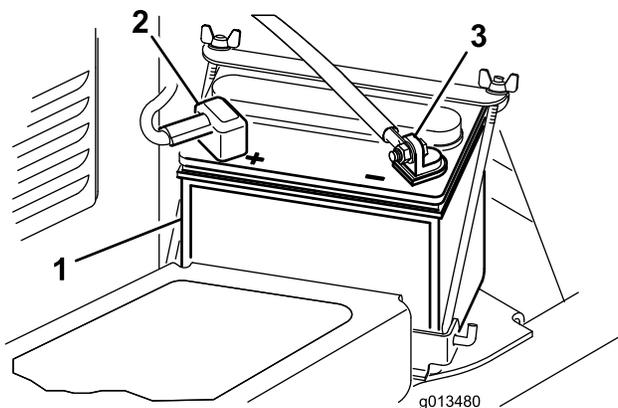

Figure 3
1. Mettez la batterie en place en positionnant la borne négative à l'extérieur de la machine (Figure 3).
2. Fixez le câble positif (rouge) à la borne positive (+) avec un boulon de 5/16 x 5/8" et un contre-écrou (Figure 3).
3. Fixez le petit câble noir et le câble négatif (noir) à la borne négative (-) de la batterie avec un boulon (5/16 x 5/8") et un contre-écrou (5/16") (Figure 3).